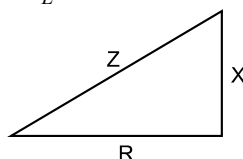

Рис. 3.1. Треугольник сопротивлений
4. Вычислить индуктивное сопротивление катушки  $X_L$  на основе треугольника сопротивлений (рис. 3.1), Ом: